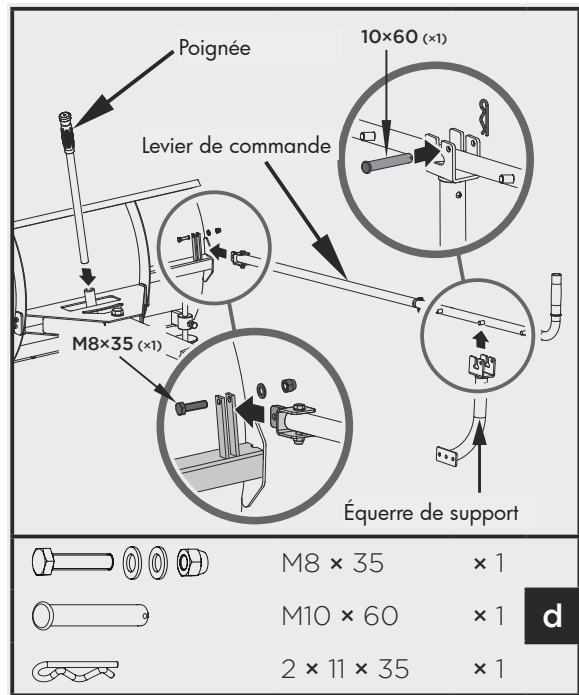

Figure 10
4. Fixez le levier de commande au tube de guidage. Alignez les trous et fixez-les avec un boulon M8×35, des rondelles et un écrou (figure 10).
5. Insérez la poignée de commande dans le support (figure 10).
6. Fixer l'équerre de support dans le levier de commande à l'aide de la goupille 10×60 et de l'attache pont (figure 10).